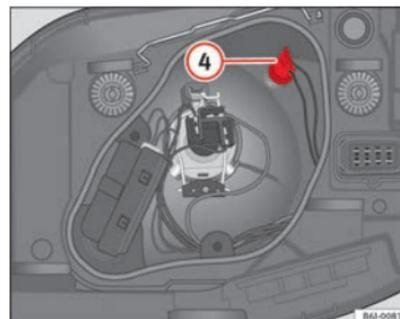

Abb. 159 Standlicht ►
- Nehmen Sie den Lampenträger ④ ⇒ Abb. 159 heraus.
- ③ Abblendlicht
- ④ Blinkleuchte